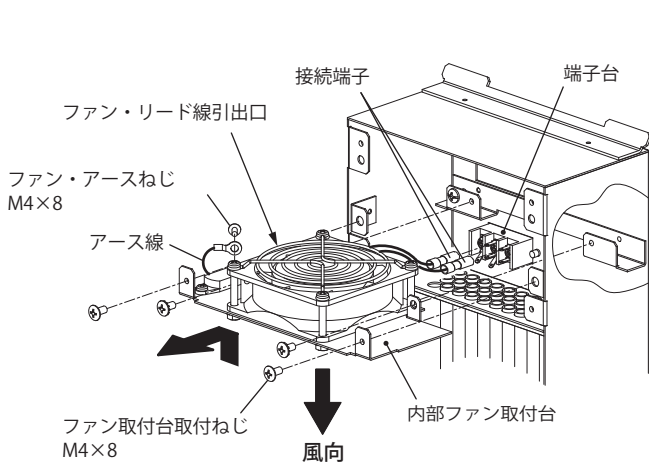

図 7
1. 内部ファン取付台取付ねじ M4×8 (4 か所) を取外した後、ファン取付台を手前に引出し、ファン・アースねじ M4×8 を外して、アース線を外してください。(図 7)